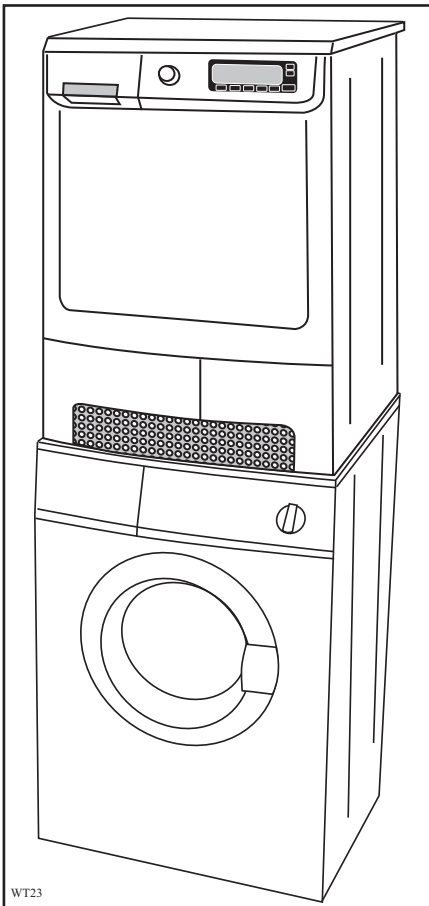

Fig 15
- Mallit, joissa on luukku sokkelilevyssä (fig 15,16 ja 17).